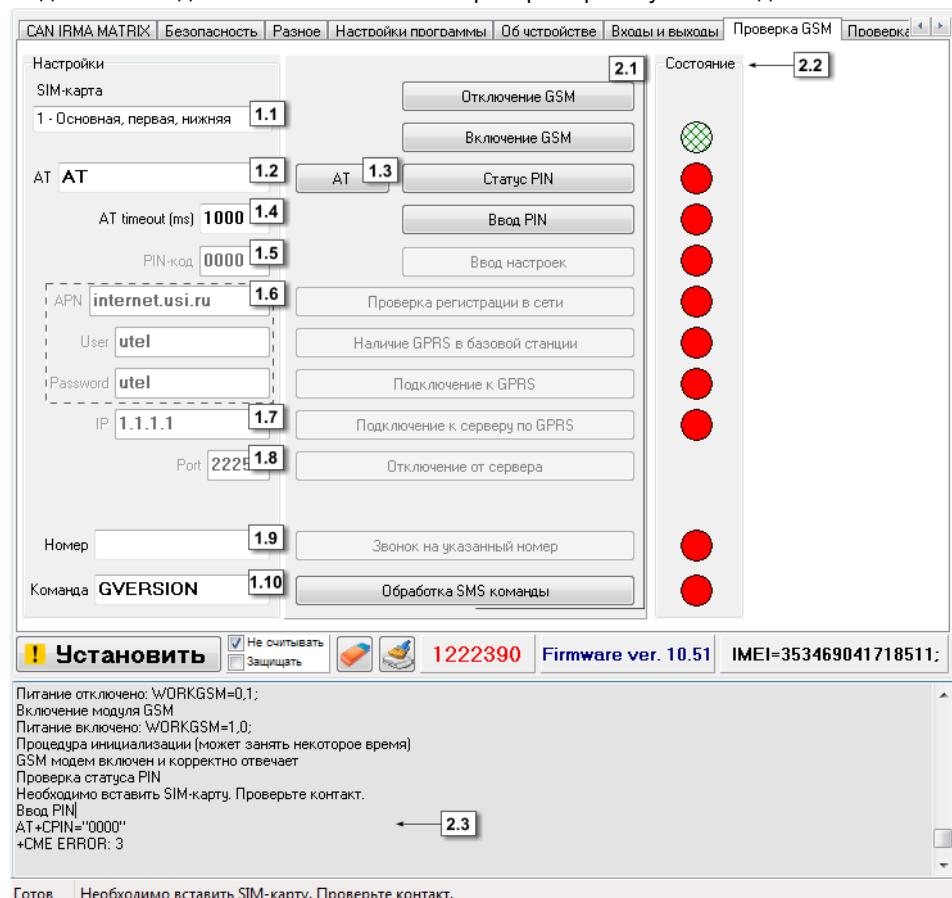

Рис.52 – Вкладка Контроль. Проверка GSM.
- 2. Проверка GSM модема прибора.** Перед началом проверки модема необходимо выбрать SIM-карту, с которой будет проверяться модем (рис.52, п.1.1).
- 2.1. Команды проверки модема** – для проверки модема нажмите кнопки, в порядке их расположения. Обработка каждой команды занимает некоторое время. Состояние обработки команды можно отслеживать при помощи индикаторов состояния (рис.52,п.2.2) и в строке состояния (рис.52,п.2.3).
14. Выполните звонок на указанный в поле 1.9 (рис.52) номер (кнопка **Звонок на указанный номер**). При голосовом вызове светодиод «GSM» горит постоянно.
15. Проверьте работу модема с SMS командами. Введите команду в поле 1.11 (рис.52) и нажмите кнопку **Обработка SMS команд**.